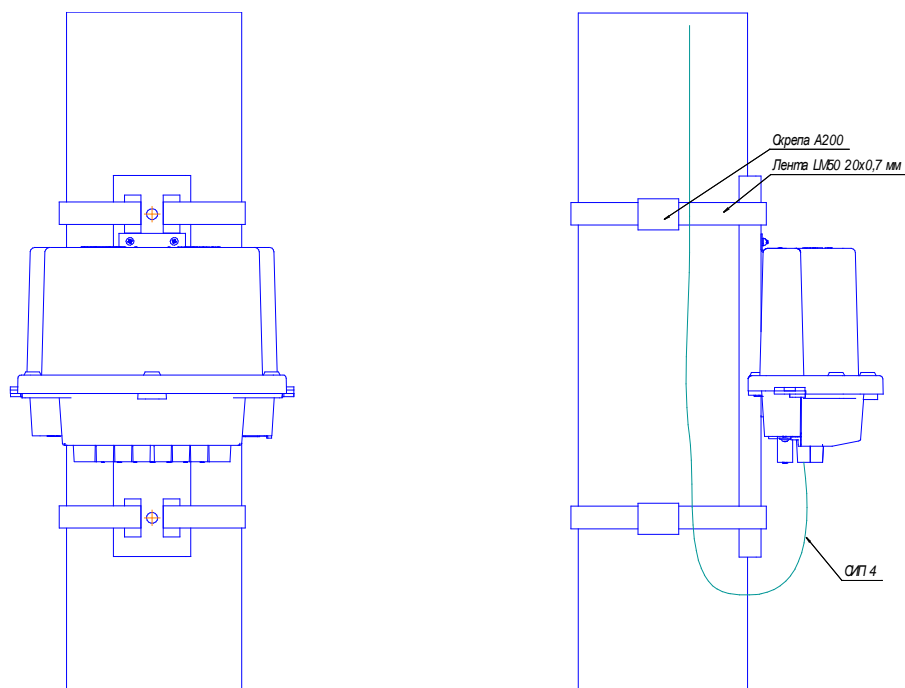

Рисунок 1 – Установка счетчика на опоре
- 6) Установить ленту LM-50, как показано на рис.1.